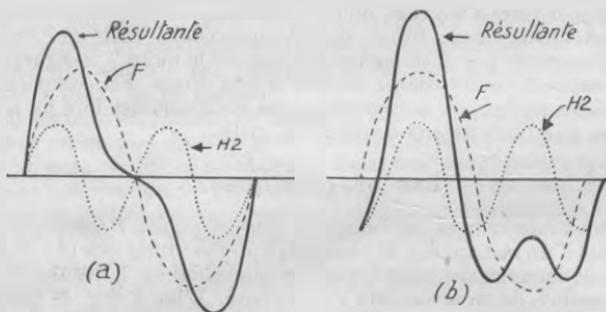

Fig. 2. — Influence du décalage de l'harmonique 2.
Nous comprenons maintenant qu'un son complexe, formé du fondamental et de ses harmoniques — par exemple le *la* normal joué par un violon — peut être analysé, de manière à déterminer de quoi il est fait. Pour cela, on en trace la courbe, à moins qu'on ne la fasse tracer par un oscillographe, ou un diaphragme, et on soumet cette courbe à une très ingénieuse machine inventée par le célèbre physicien Lord Kelvin : l'analyseur harmonique (qui, soit dit en passant, sert également à prédire les heures des marées). Cet appareil fournit les coefficients de l'équation générale du mouvement périodique (1), qui permet de déterminer à quels harmoniques on a affaire, et leur amplitude, et leur phase. Car ces diables d'harmoniques ne s'accordent pas toujours, ni entre eux ni avec le fondamental, et le simple changement de phase d'un harmonique modifie considérablement le son et l'allure de sa courbe. La figure 2 montre le